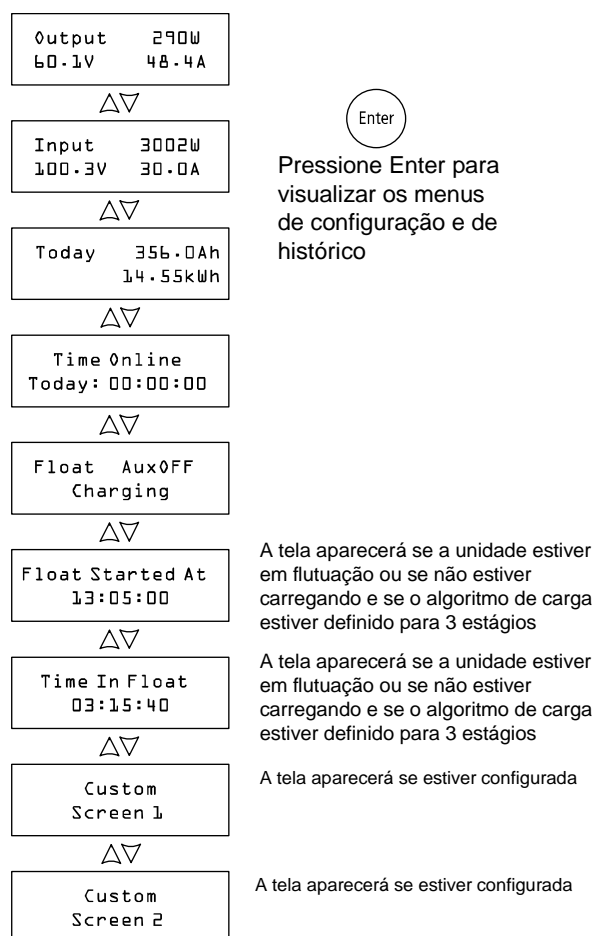

Figura 4-1 Telas de operação
- Quando no modo Charge Controle (Controle de carga), o LCD mostra a energia de saída, a tensão e a corrente (e informações adicionais, conforme mostrado na Figura 4-1).
A tela do painel frontal mostra diferentes telas de mensagem durante a inicialização e as operações normais. Figura 4-1 mostra a sequência em que as telas Startup (Inicialização) e Operating (Operacional) são exibidas ou podem ser visualizadas.